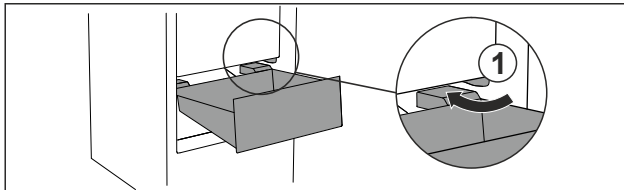

Fig. 98
- ▶ Predal speljite poševno okrog zaustavljalnikov Fig. 98 (1).